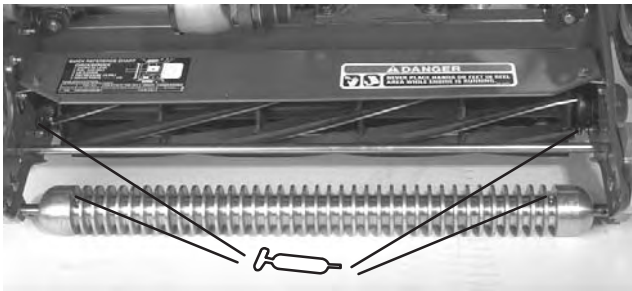

Bild 24
- 2 an der Vorderwalze (Bild 24)
- 2 an den Spindellagern (Bild 24)